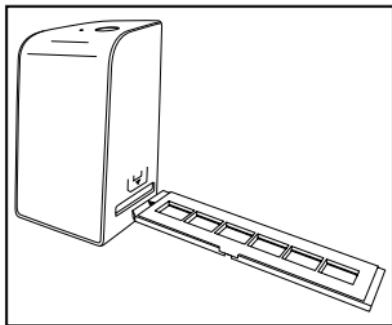

Figure 1
- ◆ Déverrouillez la fermeture sur l'avant du support à négatifs ⑤ et ouvrez le support.
- ◆ Poussez maintenant le support à négatifs ⑤ avec le triangle repère en avant et bien visible dans le tiroir de droite ④ (voir figure 1).
- ◆ Poussez le support à négatifs ⑤ dans le tiroir de droite ④ jusqu'à ce qu'il s'enclenche nettement en première position. Pour les négatifs suivants, poussez un peu plus le support à négatifs ⑤ jusqu'à ce qu'il s'enclenche nettement dans la position suivante.